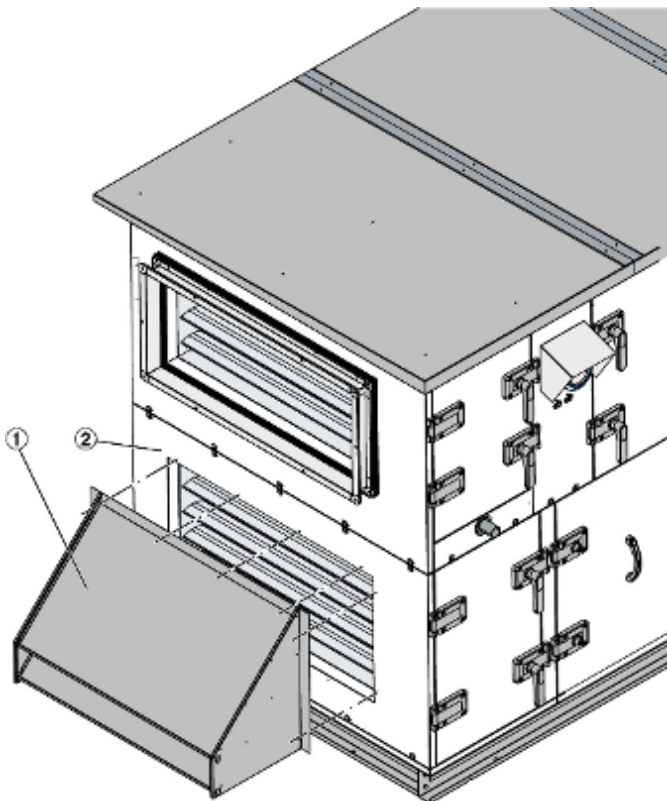

Abb. 23: Wetterschutzhaube positionieren
- 1 ▶ Die Wetterschutzhaube (Abb. 23 /2) zum Lochbild fluchtend auf dem Panel (Abb. 23 /1) positionieren und mit Linsenkopfschrauben (M6x12) verschrauben.